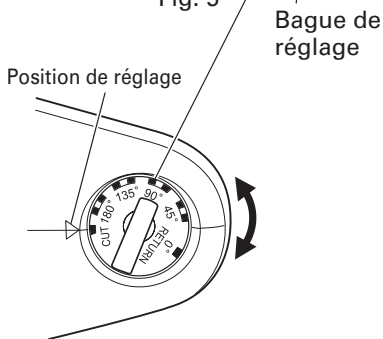

Fig. 6
- (1) Tourner le levier dans le sens de la flèche et ouvrir le couvercle.
- (2) Mettre la bague de réglage sur la position "coupe". (Tourner la bague de réglage à fond dans le sens des aiguilles d'une montre.) (Fig. 6)